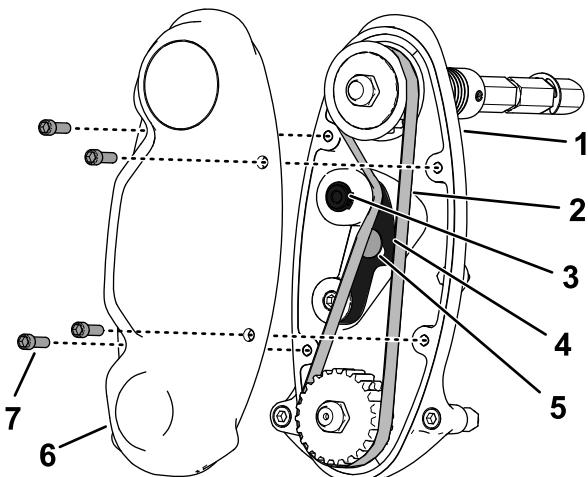

Рисунок 17
- Снимите крышку ремня, чтобы открыть доступ к ремню (Рисунок 17).
- Ослабьте болт рычага натяжного ролика и поверните рычаг натяжного ролика (Рисунок 17), чтобы ослабить натяжение ремня.
- Снимите ремень (Рисунок 17).
- Установите ремень и затяните его, приложив крутящий момент от 4 до 5 Н·м к внутреннему шестиграннику рычага натяжного ролика, показанного на Рисунок 17.